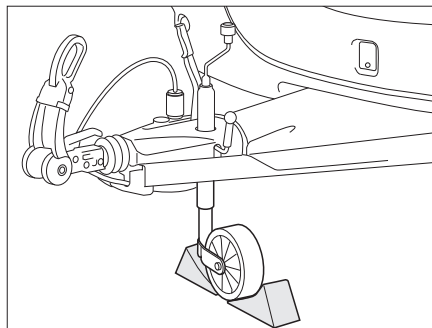

Fig. 159 Assicurare il carrellino
- Posizionare il carrellino perpendicolare rispetto alla direzione di marcia e assicurarne con mezzi idonei (Fig. 159).